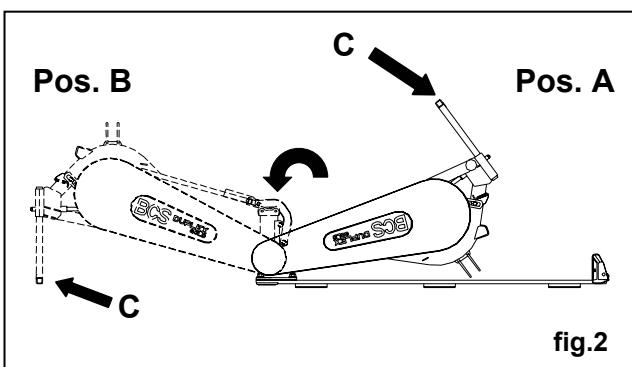

fig.2
- con la macchina in posizione **A** (fig.2) montare il piede **C**, la copiglia e la spina di sicurezza;
- ruotare il gruppo telaio-braccio in posizione **B** (fig.2) facendo appoggiare il piede **C** a terra;
- with the machine in position **A** (fig.2), assemble the foot **C**, cotter and safety pin;
- turn the frame-arm group in position **B** (fig.2), allowing the foot **C** to rest on the ground;
- avec la machine sur position **A** (fig.2) monter le pied **C**, la gouille et le goujon de sûreté.
- tourner le groupe châssis-bras sur position **B** (fig.2) en faisant appuyer le pied **C** à terre;
- con la máquina en la posición **A** (fig.2) montar el pie **C**, la clavija y el pasador de seguridad.
- poner el grupo chasis-brazo en posición **B** (fig.2) haciendo que el pie **C** apoye en el suelo.
- Bei in Stellung **A** (Abb.2) stehender Maschine den Fuß **C**, den Splint und den Sicherheitsstift anbringen;
- Gestell-Arm in Stellung **B** (Abb.2) drehen und dabei den Fuß **C** auf den Boden absetzen;